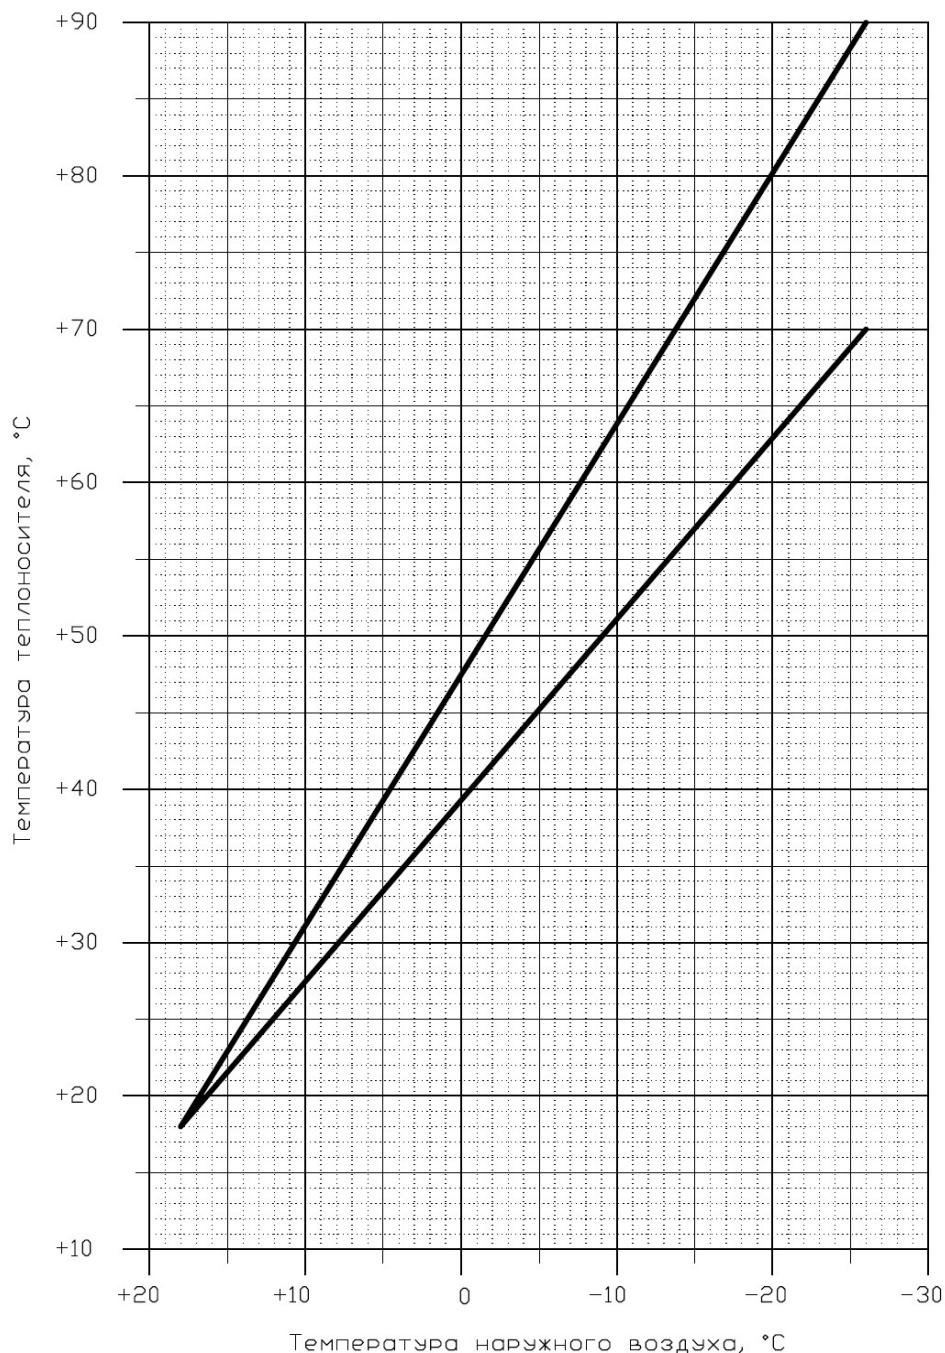

Рис. 2. Пример температурного графика 90/70 для Санкт-Петербурга
- *температура.* Температура теплоносителя должна соответствовать температурному графику и должна меняться в зависимости от температуры наружного воздуха. Пример температурного графика 90/70 для Санкт-Петербурга (расчетная температура наружного воздуха  $-26^{\circ}\text{C}$ ) приведен на Рис. 2. Несоблюдение данного графика может привести к следующим ситуациям: